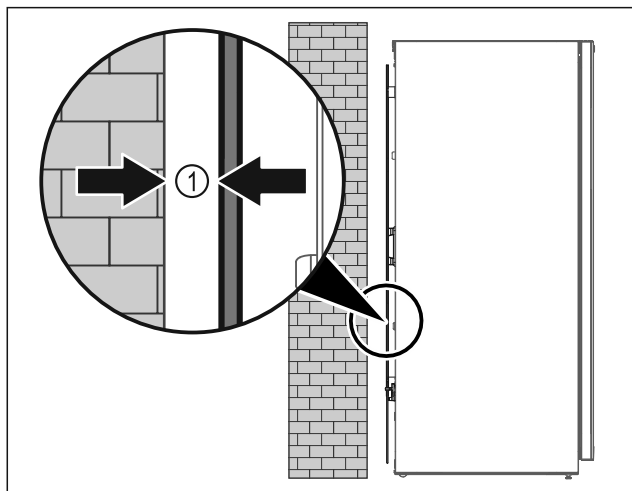

Fig. 5
- ▶ Zariadenie inštalujte voľne v priestore alebo priamo na stenu v minimálnej vzdialenosti 5 mm Fig. 5 [1].